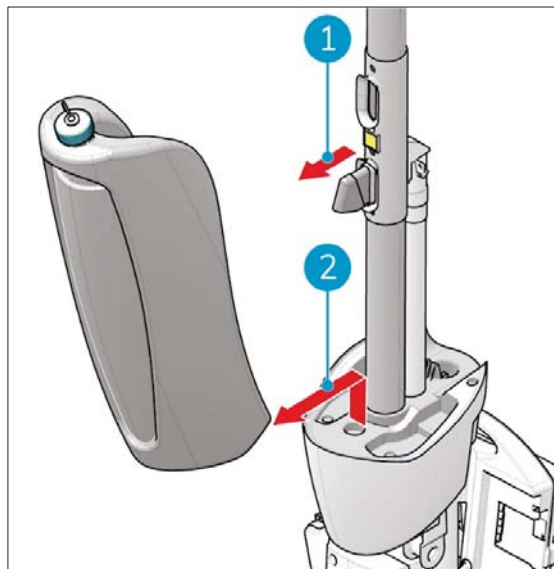

Figure 28
1. Tirez le haut du réservoir de récupération vers l'extérieur (Figure 28, pos 1).